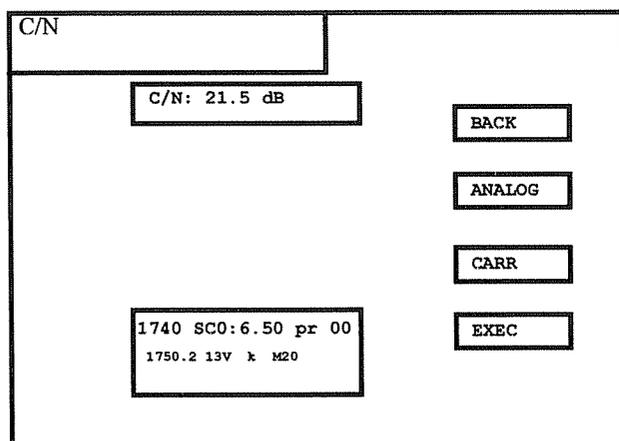

Figura 12
Per misurare il rapporto C/N predisporre lo strumento in modo misura o spettro espanso. Premere il tasto multifunzione **MORE**, quindi **C/N**. Il risultato della misura compare in alto sul display (vedi Figura 12). Per impostare alternativamente la misura di portanti analogiche o digitali premere il tasto multifunzione **ANLG/DIGI**. Il tasto **CARR/NOISE** abilita i tasti freccia ◀ ▶ ▲ ▼ e numerici (8) per impostare alternativamente la frequenza della portante o del rumore. La frequenza del rumore va scelta non lontana dalla portante ma libera da qualunque segnale. Per uscire dalla modalità C/N premere **BACK**.